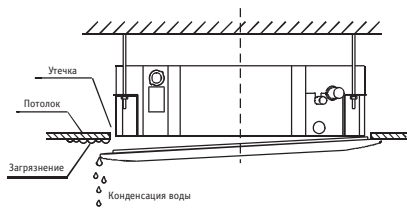

Рис. 14
- Причиной указанной на рис. 14 проблемы может стать недостаточная или неправильная затяжка винтов.